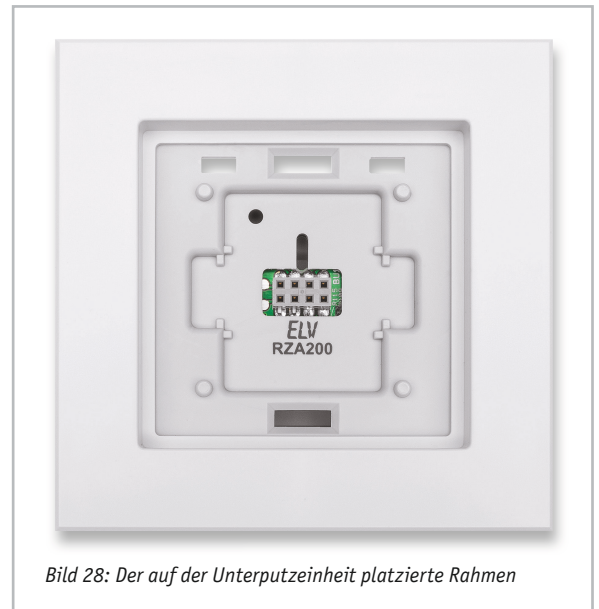
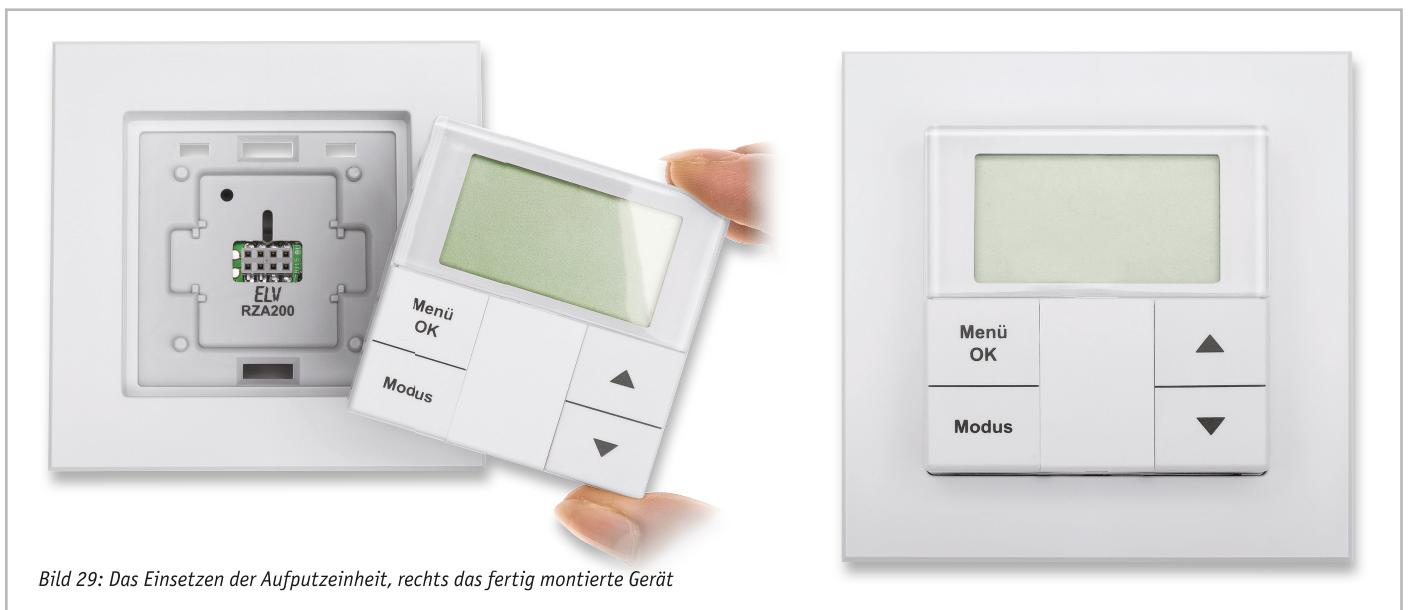

Bild 28: Der auf der Unterputzeinheit platzierte Rahmen
Bild 29: Das Einsetzen der Aufputzeinheit, rechts das fertig montierte Gerät
Schritt 8: Nun hält man den Rahmen an die Unterputzeinheit (Bild 28) und befestigt diesen durch Aufstecken der Aufputzeinheit (Bild 29).